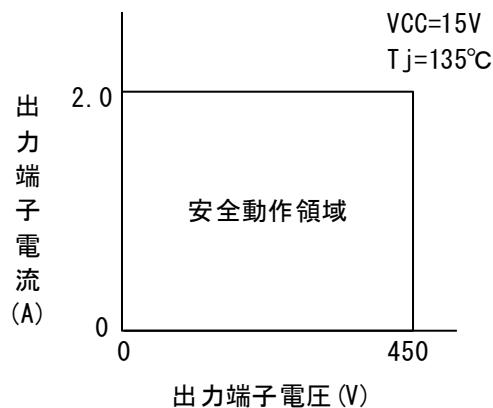

図4. 1. 1 安全動作領域
出力端子の電圧・電流は、図4. 1. 1の安全動作領域内で使用してください。
選定においては、 V_{ref1} 、 V_{ref2} のばらつき、 R_s のばらつきおよび、出力 IGBT が OFF するまでの遅延時間 (T_{ref1} 、 T_{ref2}) を考慮し、ご使用の条件に応じて図 4. 1. 1 の電流値以下としてください。